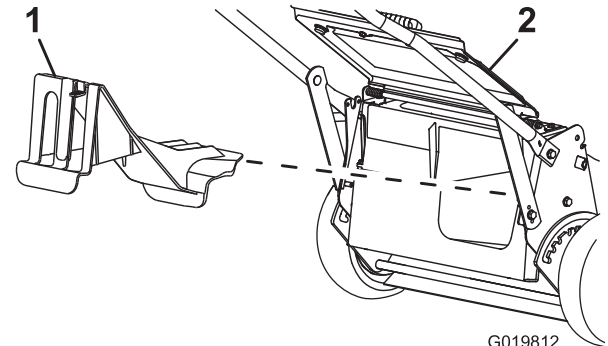

Bild 24
- Wenn die Heckauswurfklappe nicht eingesetzt ist, fassen Sie sie am Griff an, heben das Heckablenkblech an und setzen den Heckauswurfkanal ein, bis der Riegel arretiert, siehe Bild 24.
2. Drücken Sie zum Entfernen der Heckauswurfklappe den Riegel mit dem Daumen nach unten und ziehen die Klappe aus der Maschine (Bild 24).